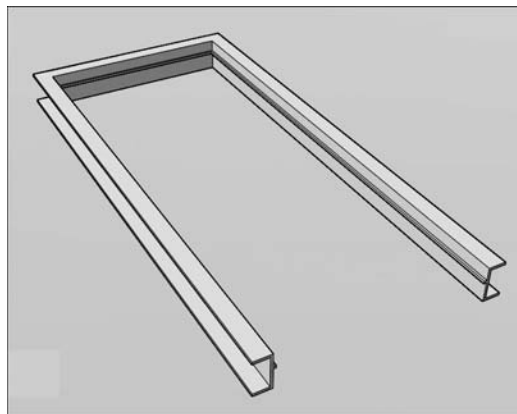

Fig.18.12
- 8 Sélectionnez la trajectoire en pointant le côté droit du contour de la porte. Le chambranle en 3D est à présent créé (fig.18.12).